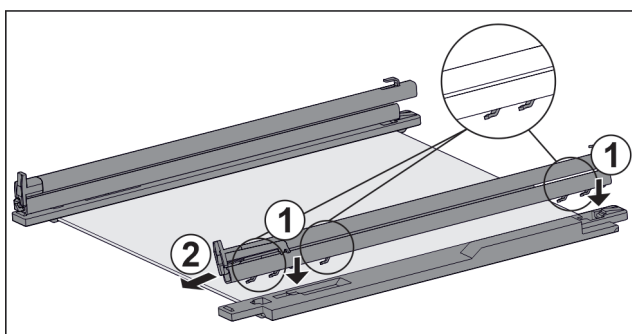

Fig. 38 Siinide ja hoideosadega klaasplaat
- ▶ Pange siinide konksud **vasaku** hoideosa avadesse. Fig. 38 (1)
- ▶ Tõmmake siini ettepoole. Fig. 38 (2)
- ▶ Pange siinide konksud **parema** hoideosa avadesse. Fig. 38 (1)